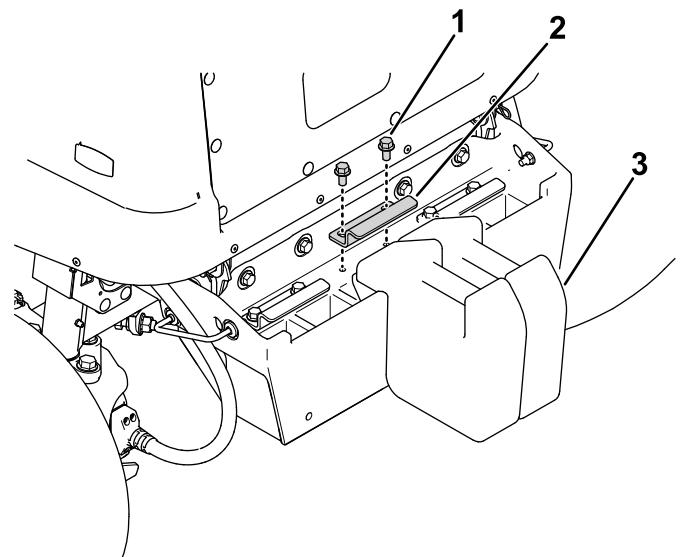

Figure 15
1. Desserrez les boulons (Figure 15) qui fixent le support de maintien des masses sur le pare-chocs.
2. Ajoutez 2 masses arrière sur le pare-chocs, comme montré à la Figure 15.
3. Avec les boulons et le support de maintien (Figure 15), fixez les masses sur le pare-chocs.